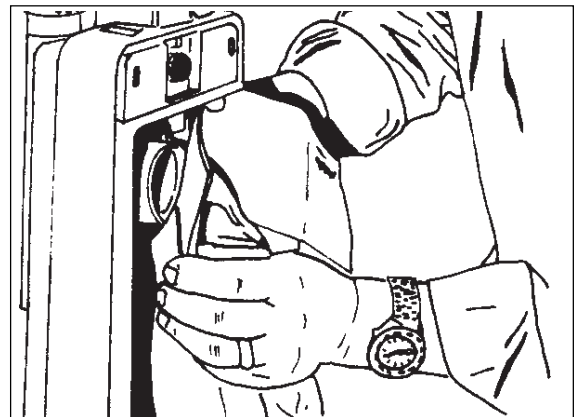

Figure 4
- c. Introduisez l'ouverture du collet en carton sur le support du sac. Voir figure 4.